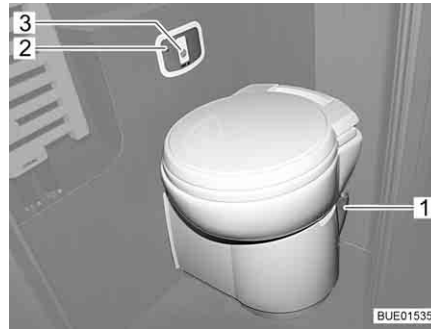

Bild 255 Spola toaletten
- Öppna spjället. Skjut för detta spjällspaken (Bild 255,1) moturs.
- Spola toaletten. Tryck på spolknappen (Bild 255,3).
- ▷ Symbolen "Full kasset" (Bild 255,2) tänds när kassetten måste tömmas.